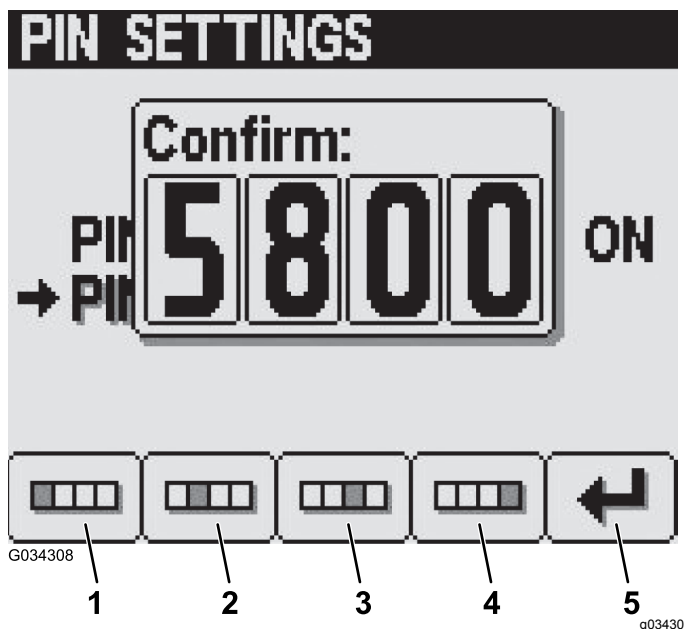

Figura 29
6. Nella schermata di conferma, premete i pulsanti da 1 a 4 per inserire il nuovo codice PIN. Quando completate l'inserimento del PIN, premete il pulsante 5 (Figura 29).
**Nota:** Una volta confermato il codice PIN (Figura 29), appare la schermata PIN Corretto per circa 5 secondi.